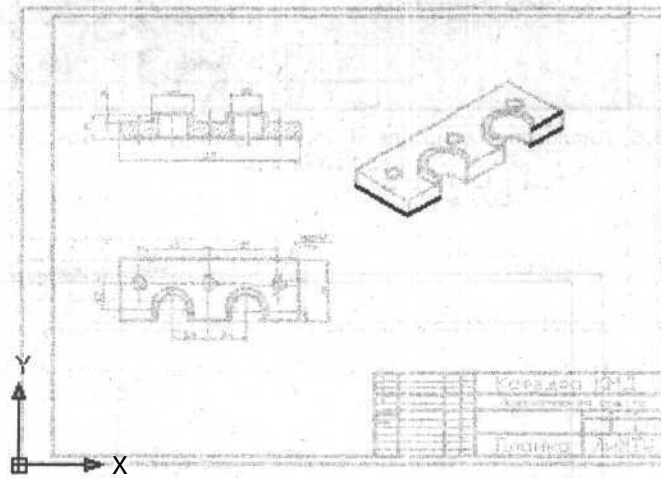

Рис. 18.8. Чертеж планки после редактирования объектов внешней ссылки
6. Выполните редактирование объектов внешней ссылки, в рассматриваемом примере удалите их. Оставшаяся часть чертежа будет пока что изображена бледными линиями (рис. 18.8).